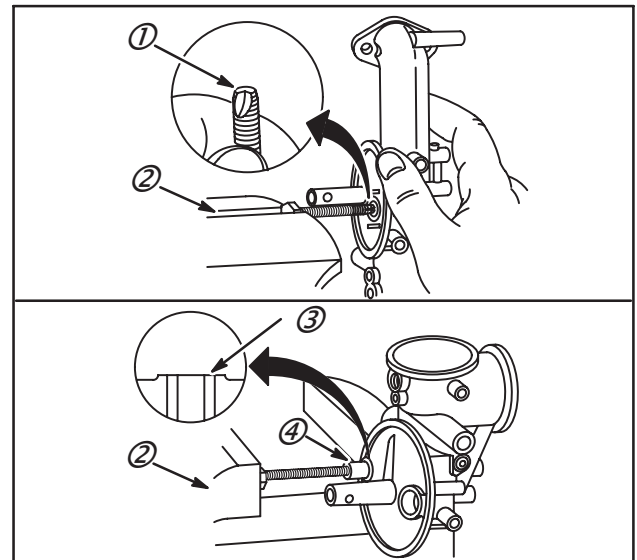
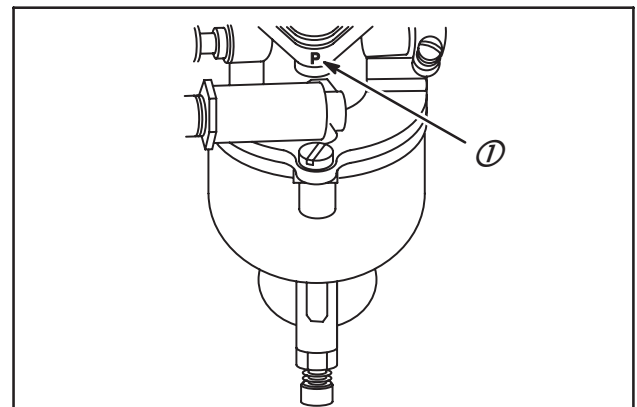

Fig. 139
Fig. 140
1. Utiliser une vis auto-taraudeuse **Réf. : 93029** (1) ou une vis auto-taraudeuse d'extracteur de volant **Réf. : 19069**, serrée dans un étau (2).
2. Tourner le carburateur afin de visser la vis dans le siège, Fig. 139.
3. Continuer en tirant sur le carburateur pour extraire le siège (4).
NOTE: Si le moteur est équipé d'une pompe à essence, (comme indiqué par la lettre P de repérage du flasque) (1), installer le kit de réparation **Réf. : 394683**, Fig. 140.
5. Enfoncer le siège neuf à ras du corps à l'aide du montage vis d'extraction et vieux siège comme guide, Fig. 139.
6. Faire attention que le siège ne soit pas trop enfoncé (3), une mauvaise portée du pointeau sur son siège pourrait s'ensuivre.